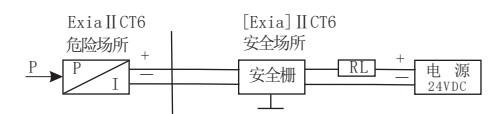

图7-1
f) 本质安全型变送器须配用安全栅才能在有爆炸性混合物的危险场所使用。安全栅应符合GB3836.4-2010《爆炸性气体环境用电气设备第4部分本质安全型“i”》的规定，并经有关防爆部门进行防爆试验并取得防爆合格证。安装应按其使用说明书的要求进行。系统接线如图7-1所示。